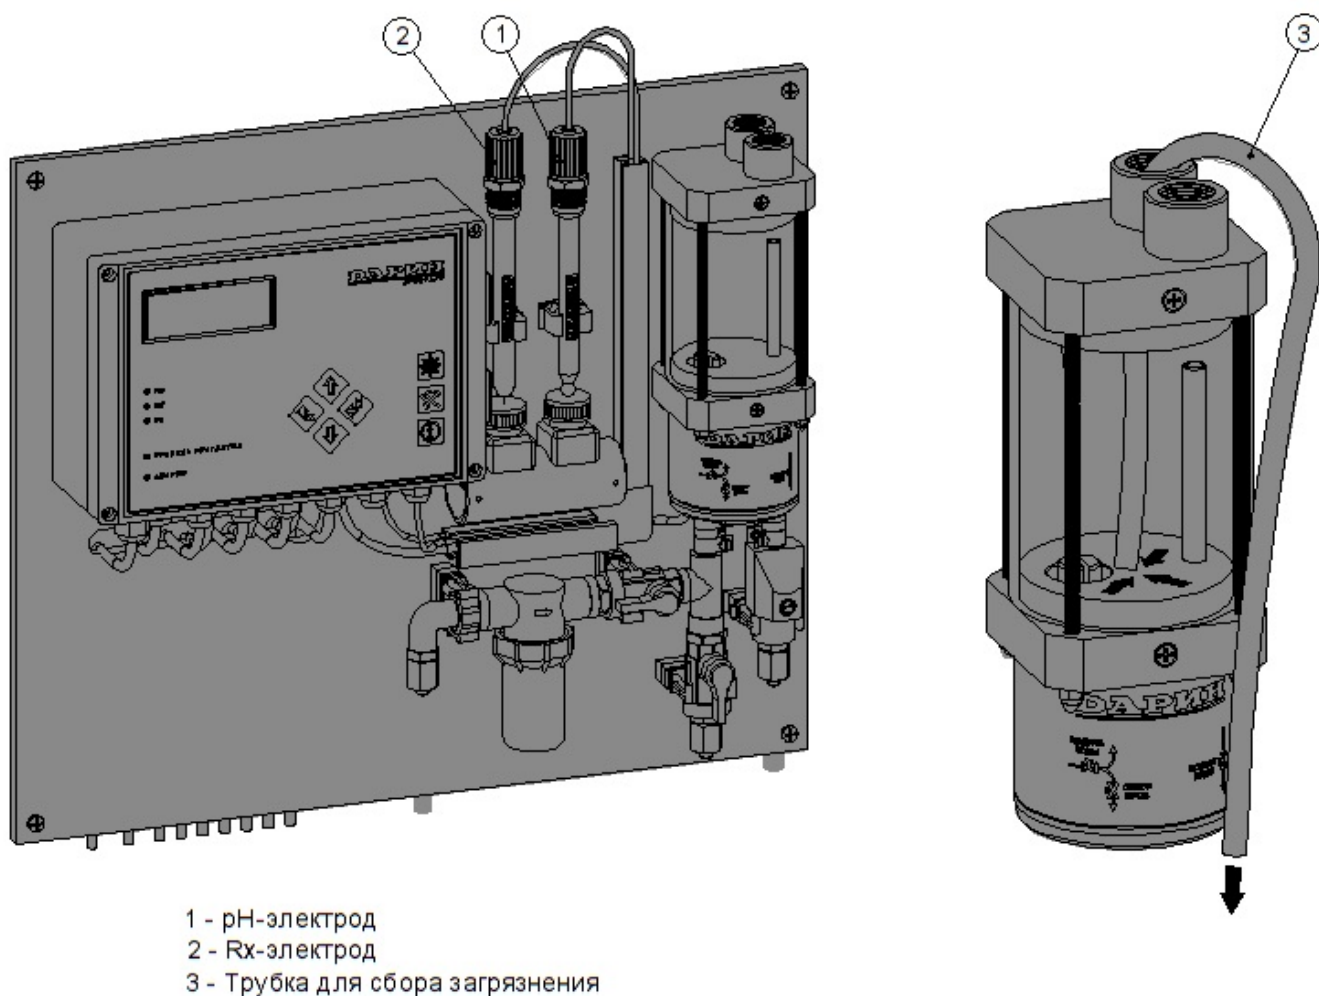

Рис.6.2-1 Очистка дна проточной камеры измерительной ячейки Rx, pH
- выкрутить из ячейки рН-электрод и Rх-электрод; эти электроды поместить в держатели электродов (см. рис.6.2-1, поз. 1 и 2);
- опустить один конец трубки на дно проточной камеры измерительной ячейки, а на другом конце трубки создать разрежение, чтобы из проточной камеры пошла вода, и опустить этот другой конец трубки в приёмную ёмкость (см. рис.6.2-1, поз. 6);
- слегка выкрутить гильзу pH-электрода (см. рис.6.2-1, поз. 7), чтобы из ячейки смог выходить воздух, дождаться заполнения ячейки водой и закрутить гильзу pH-электрода обратно; наличие воздуха в ячейке не нарушает её работоспособности, но желательно заполнять ячейку водой полностью;
- слегка выкрутить гильзу рН-электрода (см. рис.6.2-1, поз. 7), чтобы из ячейки смог выходить воздух, дождаться заполнения ячейки водой и закрутить гильзу рН-электрода обратно; наличие воздуха в ячейке не нарушает её работоспособности, но желательно заполнять ячейку водой полностью;